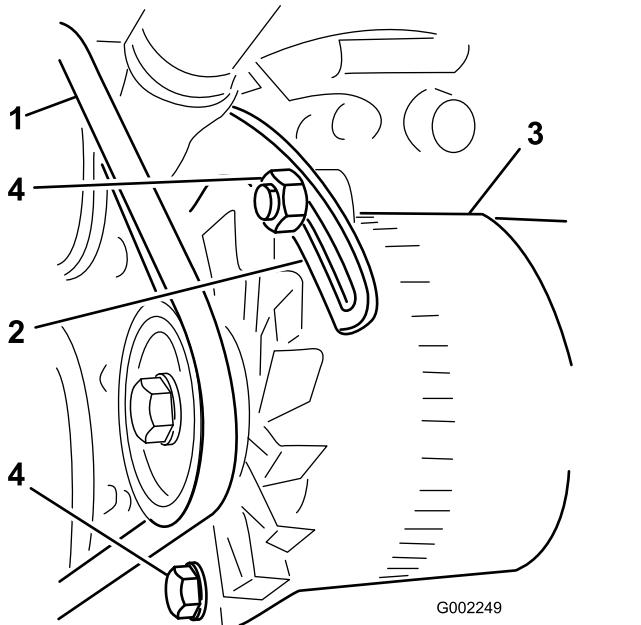

Figura 85
3. Afloje los pernos que fijan el tirante al motor y el perno que fija el alternador al tirante (Figura 85).